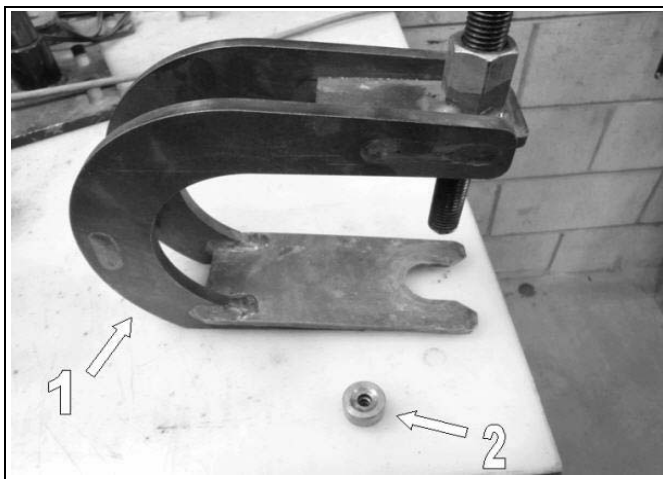

Figure 19
Utiliser l'extracteur Tatou # 2000-00-1050 (article 1, figure 19), ainsi que la procédure suivante pour effectuer le remplacement:
- S'il n'y a pas de boulon utilisez la bague d'enlèvement (article 2, figure 19) pour positionner l'extracteur.